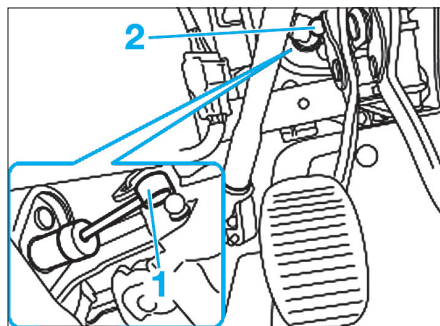

Fig. 12
- A l'intérieur du véhicule, décrocher la rotule du maître-cylindre (1) de la pédale d'embrayage (2) (Fig.12).